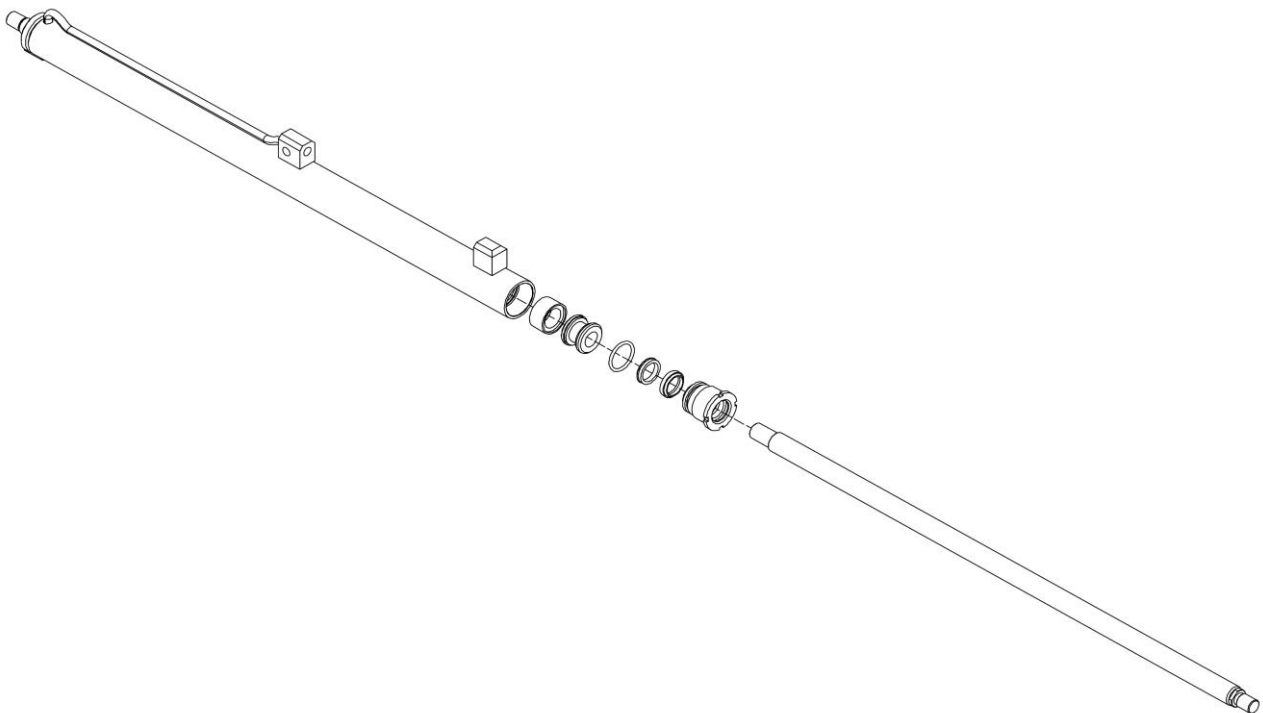

Figura 26
8. Prendere come riferimento la *Figura 26*.